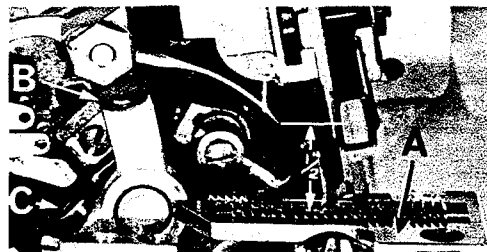

Fig. 3
Bei festgeschraubter Stichplatte (A) soll die Nadelspitze zentrisch im vorderen Teil des Stichloches einstecken. Bei Höchststellung der Nadel soll der Abstand von Nadelspitze bis Stichplatten-Oberfläche (A, Fig. 3) $1/2'' = 12,7$ mm betragen für die Maschinen 39500 QA, QB, QP, QY, RF, RM, RS, SE, SG, SV, SW, TA, TD und TE. Und $15/32'' = 11,9$ mm für Maschinen 39500 RA, RR, SF und TH. Zum Einstellen kann die Nadelhöhen-Einstellehre Teil Nr. G 21227 F benutzt werden. Zwecks Einstellung des Nadelhebels (B, Fig. 3) ist die Pratzschraube (C) zu lösen und der Nadelhebel radial oder axial je nach Erfordernis einzustellen. Alsdann ist die Stichplatte wieder zu entfernen.
With throat plate-assembled in position, needle should center in the front end of needle slot. When needle is at high position, needle point should be set $1/2'' = 12,7$ mm above throat plate (A, Fig. 3) for Styles 39500 QA, QB, QP, QY, RF, RM, RS, SE, SG, SV, SW, TA, TD and TE. And $15/32'' = 11,9$ mm for Styles 39500 RA, RR, SF and TH. To align needle or set the height above the throat plate, move needle driving arm (B, Fig. 3) by loosening clamp screw (C). After needle has been set properly, tighten screw (C) and remove throat plate.